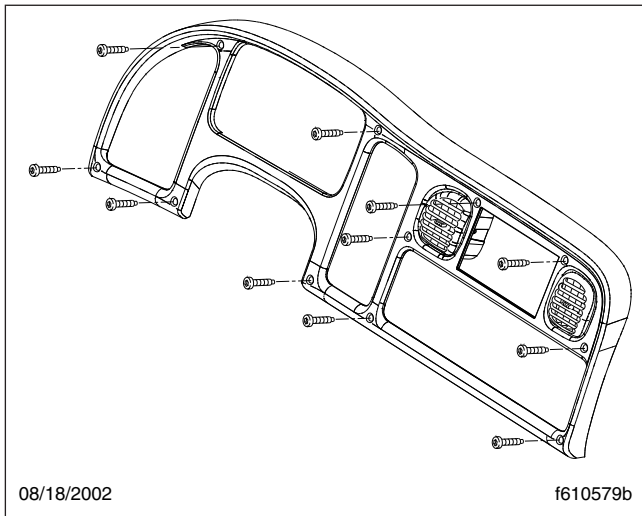

Fig. 2, Garniture du tableau de bord
- Déposez la garniture du tableau de bord en retirant les onze vis qui la fixent au tableau de bord. Toutes les attaches pour cette procédure sont des vis d'assemblage Torx® 10–16. Reportez-vous à la figure 2.